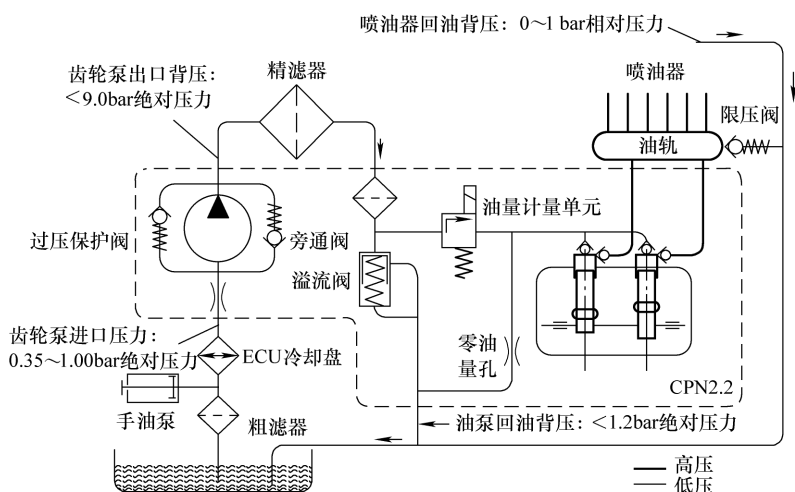

图 9-1 BOSCH EDC7 共轨燃油系统流程图
(1) 系统流程 燃油系统由油泵、共轨管、喷油器、粗滤器、精滤器和燃油箱等组成。下面以 BOSCH EDC7 共轨系统为例，介绍燃油系统流程（图 9-1）。